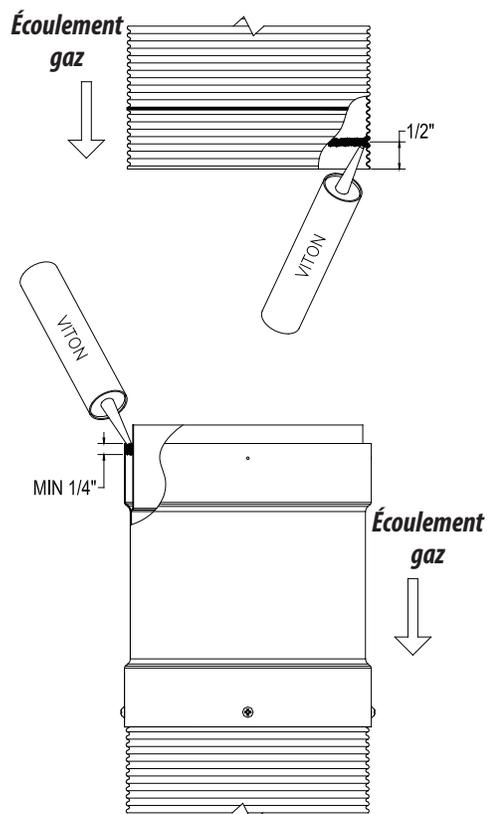

Figure 21 - cordon de scellant Viton®
3.2. Ajouter un autre cordon de scellant en Viton® à l'intérieur de la paroi flexible, à 1/2" du bord (Figure 21).